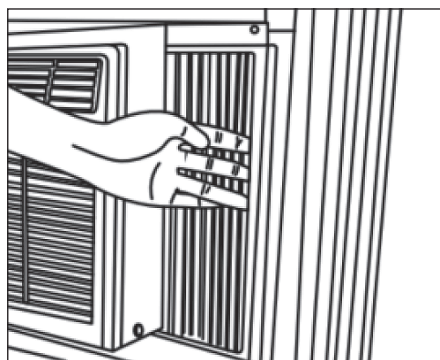

Fig. 9
8. Déployez les panneaux latéraux contre le cadre de la fenêtre (Fig.9).